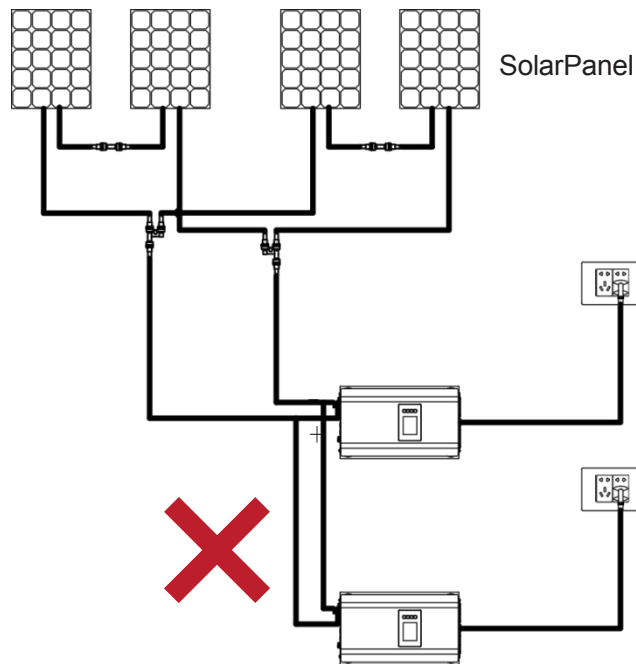

Abb. 7 Fehlerhaftes Anschließen der DC-Eingangsklemmen
**WARNUNG:** Verbinden Sie nicht die DC-Eingangsklemmen eines Sunshine Grid Tie Power Inverters mit denen eines anderen. Andernfalls kann keiner der beiden Wechselrichter den korrekten Punkt maximaler Leistung (MPP) finden, was den Wirkungsgrad des Systems verringert (siehe Abb. 7).